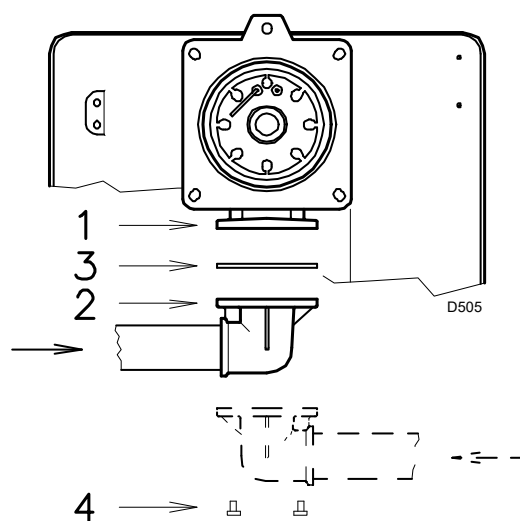

Abb. 18
- Die Gasarmatur wird an den Gasanschluss 1)(Abb. 18) über den Flansch 2), die Dichtung 3) sowie die Schrauben 4) angeschlossen, die dem Brenner beiliegen.